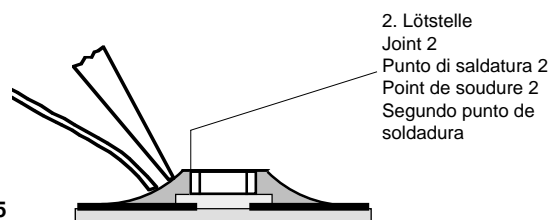

Fig. 5
5. Schritt: Freie Seite löten. Nach dem Erkalten die erste Lötstelle nochmals nachlöten (Fig. 5).
5. Saldare la superficie di contatto libera e, dopo che questa si è raffreddata, saldare nuovamente la superficie opposta (Fig. 5).
5. step: Solder the free end of the CHIP and resolder the first soldering point after it has cooled (Fig. 5).
5. Effectuer la même opération pour l'autre côté. Terminer la première soudure (Fig. 5).
Quinto paso: Soldar la parte libre y, después enfriarse, soldar también la parte opuesta (Fig. 5).